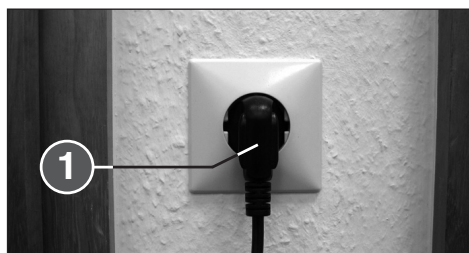

Рис. 2
- Вставить сетевую вилку прибора (1) (рис. 2) в розетку электросети (данные по необходимому входному предохранителю сетевой розетки приведены в "ТЕХНИЧЕСКИХ ДАННЫХ").
1 = Сетевая кабель (рис. 2)